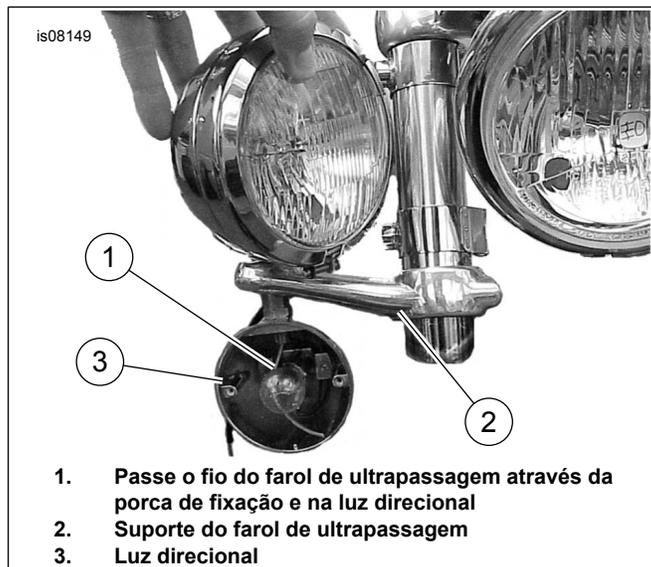

Figura 5. Instalação do farol de ultrapassagem na luz direcional
14. Veja Figura 5. Passe o fio do farol de ultrapassagem através da nova porca de fixação e na luz direcional. Parafuse o farol de ultrapassagem na luz direcional. Pode ser necessário soltar o suporte do farol de ultrapassagem e girar a lâmpada para frente para obter uma folga para girar.
18. Veja Figura 5. Passe o fio do farol de ultrapassagem através da nova porca de fixação e na luz direcional. Parafuse o farol de ultrapassagem na luz direcional. Pode ser necessário soltar o suporte do farol de ultrapassagem e girar a lâmpada para frente para obter uma folga para girar.